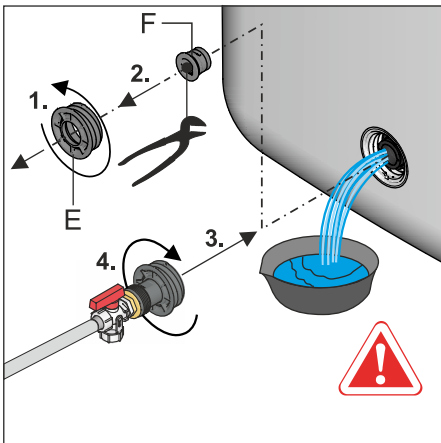

Fig. 59-4 Avvitamento del raccordo di riempimento KFE nel raccordo di riempimento e svuotamento
- 3 Sul raccordo di riempimento e svuotamento svitare il raccordo filettato (Fig. 59-4, pos. E), togliere il tappo di chiusura (Fig. 59-4, pos. F) e **riavvitare immediatamente** l'inserto filettato preassemblato con il **raccordo di riempimento KFE** nel raccordo di riempimento e svuotamento (Fig. 59-4).